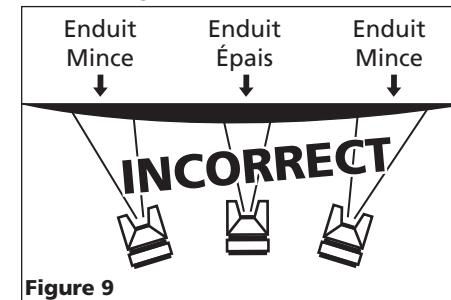

Figure 9
2. Garder la buse environ 6 à 9 po (15,2 cm à 22,9 cm) de la surface de travail pendant le coup et toujours déplacer la buse pendant la pulvérisation. Arrêter le pistolet en mi coups causera un surplus de peinture et résultera en coulements. Ne pas bouger le pistolet en éventail d'un côté à l'autre pendant la pulvérisation. Ceci causera un surplus de peinture au centre du coups et un enduit insuffisant à chaque bout (Voir Figure 9).